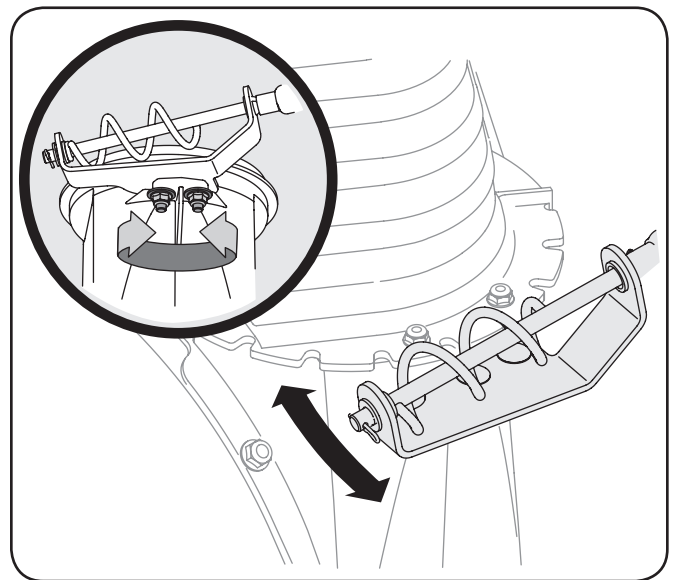

Figura 6-5
- Afloje las dos tuercas que sujetan el soporte del canal y cambie su posición ligeramente. Vea la Figura 6-5.